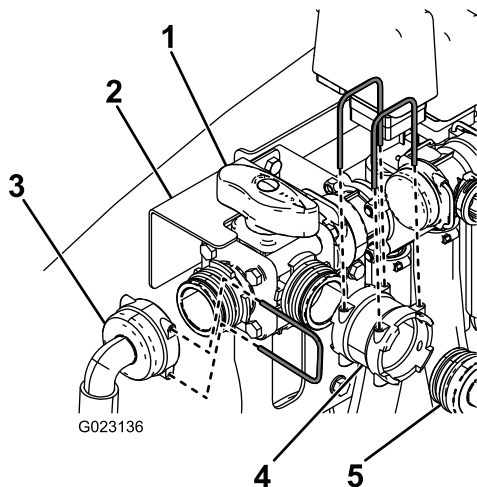

図 21
3. 先ほど外したボルトを使用して、小さいブラケットの上からバルブブラケットを取り付ける（図 21）。
4. 先ほど取り外したリテーナフォークを使用して、T 字バルブを攪拌バルブに取り付ける（図 21）。